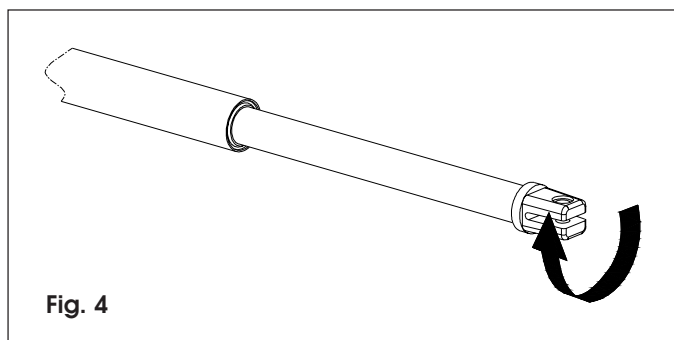

Fig. 4
- 4) Estrarre completamente lo stelo fino a battuta (fig. 4).
- 6) Ruotare di mezzo/un giro in senso orario lo stelo dell'operatore (fig. 4).